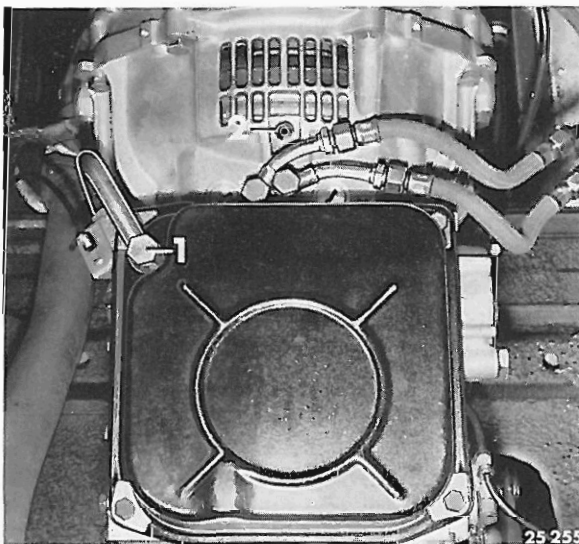

Bild 13
Ölablaßschraube (1) an der Ölwanne abschrauben und Öl auslaufen lassen (Bild 13).
Die Kurbelwelle durchdrehen bis die Ölablaßschraube (2) sichtbar wird und herausgeschraubt werden kann (Bild 13).